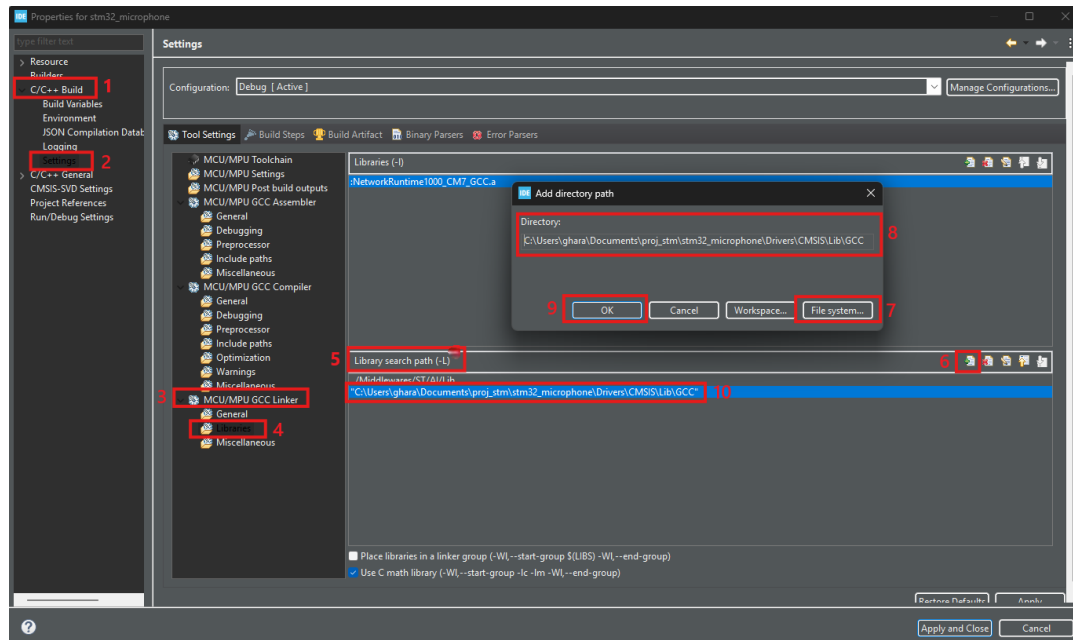

Figure 28 : Intégration du chemin de la librairie math CMSIS
6. Ensuite on ajoute le path de la librairie nécessaire pour les calculs mathématique, dans **Proprietes** du projet >> **C/C++ Build** >> **Settings** >> **MCU/MPU GCC Linker** >> **Librairies** >> **Library search path (-L)** >> **Add** >> **File system** >> choisir le path de notre librairie (Figure 28)